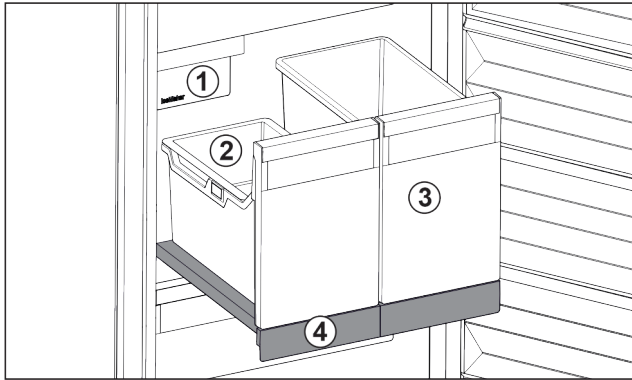

Fig. 83 Vetotaso IceTowerilla
- (1) IceMaker (3) Säiliö esim. pizzalle, alkoholijuomille
(2) Ripustettava jääpala-kulho (4) Vetotaso
Vetotasossa on kaksi korkeaa säiliötä (IceTower). Säiliö on tarkoitettu Fig. 83 (2) IceMakerin jääpalojen keräämiseen ja säilyttämiseen. Säiliö Fig. 83 (3) soveltuu korkeiden ruokataravarojen säilytykseen, esimerkiksi pizzojen tai alkoholijuomien.